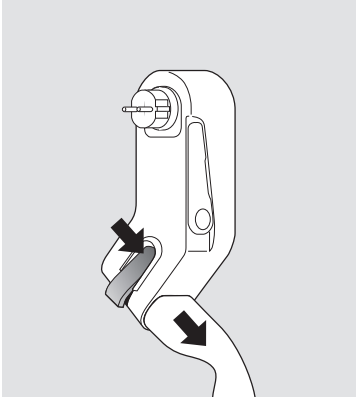

Fig. 3 Pajisja e shkyqjes së prizës Tipi 2
- Zhblokoni mbështetësen e murit (E) me çelësin (D) dhe paloseni atë në drejtim të shigjetës derisa të ndalet.
- Futeni spinën (A) në një prizë të përshtatshme muri në mënyrë që strehimi të varet poshtë. Mobility Dock kryen një test të vetin.
- Shkëputeni Mobility Dock (A) nga priza e energjisë
- Zhblokoni (D) mbështetësen e murit (E) dhe silleni në pozicionin fillestar
- Nëse është e nevojshme, shkyçni prizën e karikimit me levën portokalli (B) dhe shkëputeni atë (shih fig. 3)